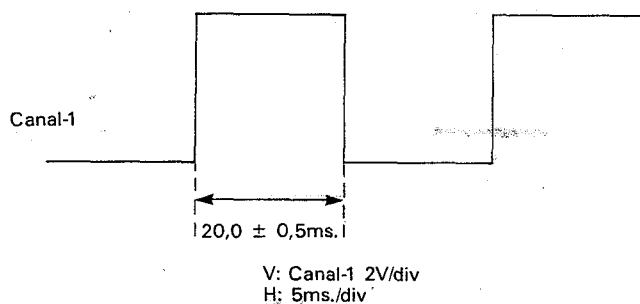

Figure 2-2.
4. Régler R707 (contrôle de pistage de lecture) de sorte que les deux ondes observées aient des formes d'onde indiquées dans la Figure 2-2.